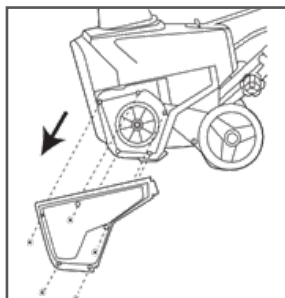

Рис. 12 Снятие крышки ременной передачи
1. Открутите винты крепления и снимите крышку ременной передачи (Рис. 12).